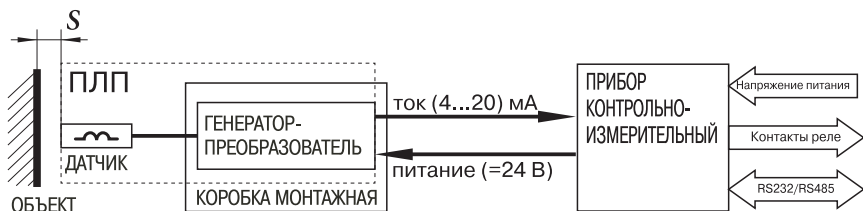

Рис. 3.1.
- 3.1. Функциональная схема измерительного канала осевого сдвига приведена на рис.3.1.